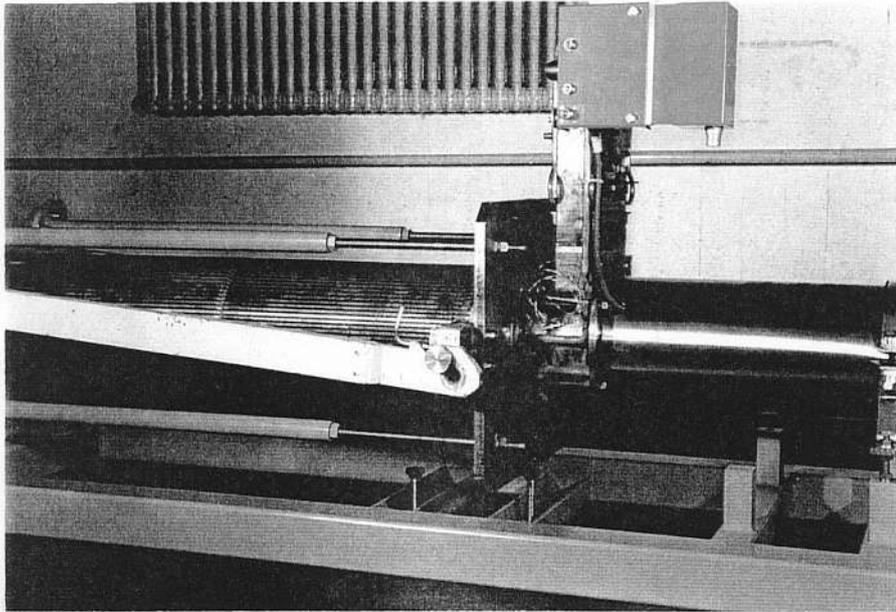

Abb. 13. Einhängen des Hebejochs TE 1209
- c) Hängen Sie das Hebejoch TE 1209 in die Aufnahmen des Aufnahmeflansches der Röhre ein und sichern Sie es beidseitig mit dem Sicherungsstift (Abb. 13.)